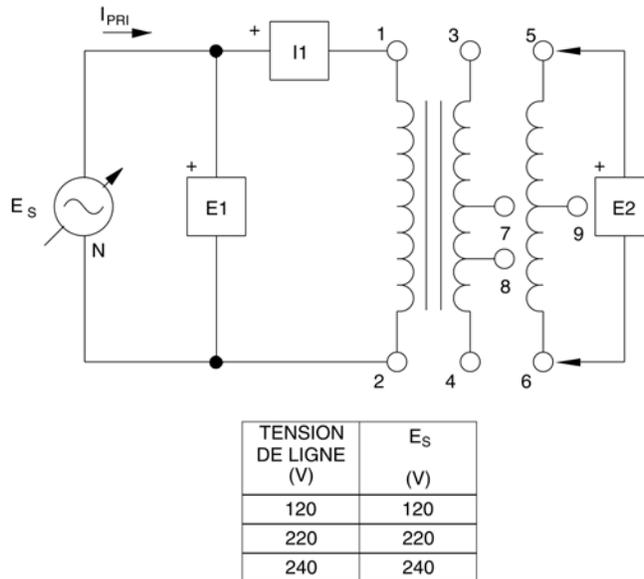

Figure 7-3. Valeurs mesurées dans le Transformateur monophasé.
- 5. Montez le transformateur de la figure 7-3. Raccordez les appareils de mesure E1 et I1 tel qu'illustré, et utilisez l'appareil de mesure E2 pour mesurer les différentes tensions du secondaire.
6. Mettez l'interrupteur principal du Bloc d'alimentation à la position I (marche) et réglez le bouton de commande de la tension de façon à obtenir la tension E_s indiquée à la figure 7-3. Mesurez le courant circulant dans l'enroulement primaire du transformateur ainsi que les tensions des différentes bornes. Après avoir noté les valeurs mesurées, tournez le bouton de commande de la tension vers la gauche, jusqu'au bout, puis mettez l'interrupteur principal du Bloc d'alimentation à la position O (arrêt).